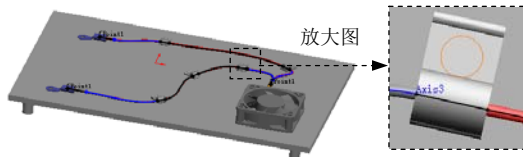

图 11.8.60 创建自动步路
Step3. 单击对话框中的 按钮，完成图 11.8.60 所示的自动步路的创建。